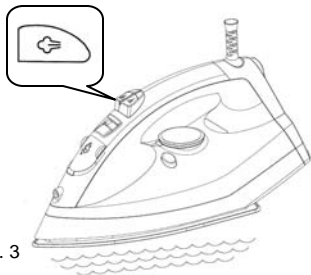

Fig. 3
3. Con la plancha en posición horizontal, presione el botón de ráfaga de vapor varias veces para preparar la bomba. (Fig. 3)